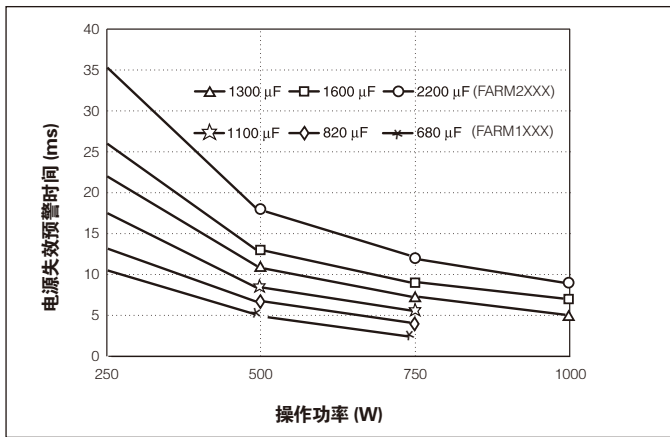

图 8-8 电源失效预警时间与输出功率和总母线电容的关系。母线电容由电容 C1 和 C2 串联组成 (图 8-3)
保持时间、过渡时间和要求的纹波电压与母线电容容量的关系分别如图 8-8、8-9 和 8-10 所示。
**决定电源失效预警时的电容容量** 给定电源失效预警时间和输出功率时，可根据图 8-8 决定保持电容的容量，可以看出，母线电容的总容量至少应为 820  $\mu\text{F}$ ，由于两只电容串联，所以每只电容的容量至少应为 1,640  $\mu\text{F}$ 。